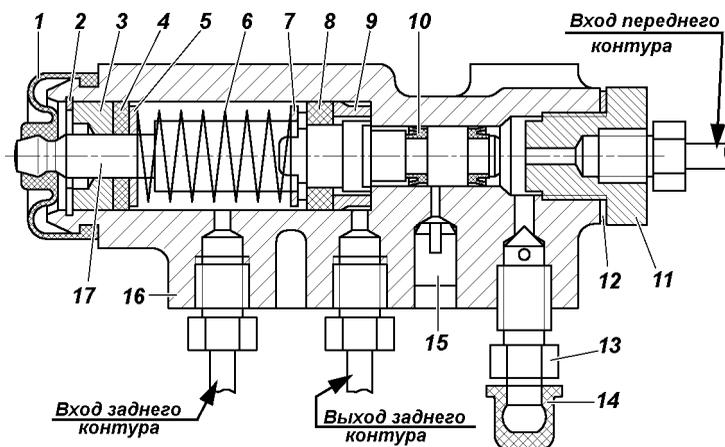

Рис. 9.34. Регулятор давления:
Регулятор давления. На автомобилях, не оснащенных антиблокировочной системой тормозов, устанавливается регулятор давления (рис. 9.34), который обеспечивает оптимальное распределение тормозных сил по осям автомобиля
3. Заверните болт 3 до соприкосновения его с хвостовиком поршня 17 (см. рис. 9.34) регулятора.